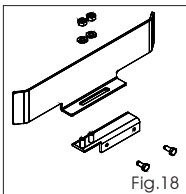

Fig.18
- 1) Monte y fije las 2 láminas perfiladas en los 2 soportes en U con tuercas y arandelas en dotación, como se indica en la Fig. 18.